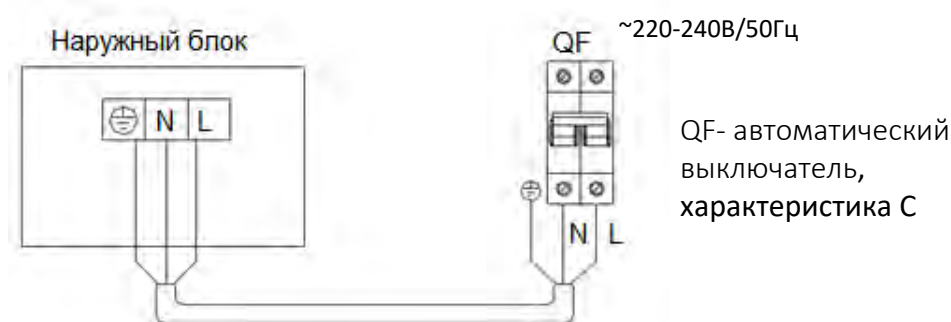

Рис.2.24
- **Схема подключения наружных блоков к сети электропитания 220 В (рис. 2.24)**
- Автоматический выключатель для внутренних блоков может быть установлен на группу внутренних блоков одной системы (рис.2.24).